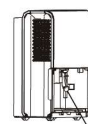
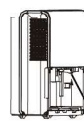

Fig.7
Fig.8
- Assicurarsi di spingere delicatamente il serbatoio completamente dentro il deumidificatore. Sbattere il serbatoio contro qualsiasi cosa o non spingerlo bene può avere come conseguenza che il dispositivo non funzioni. Se il tubo della pompa perde quando ritirate il serbatoio (v. Fig.7), bisogna reinstallare bene il tubo della pompa, prima di rimettere il serbatoio dentro (v. Fig.8).